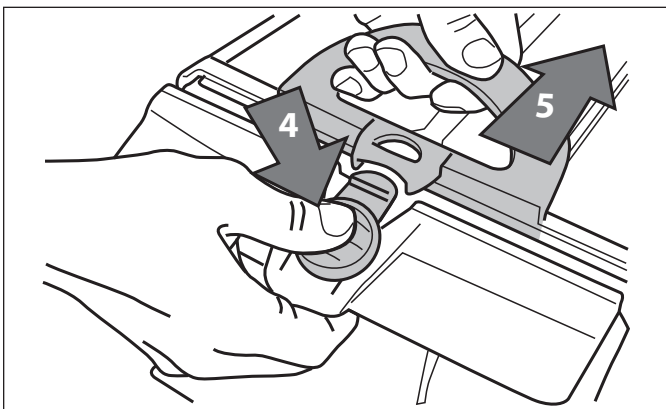

Figura 23. Abra el ensamble del filtro
7. Pulse el botón de liberación rápida del ensamble del porta filtro (4) y jale el ensamble del filtro (5). Vea la Figura 23.